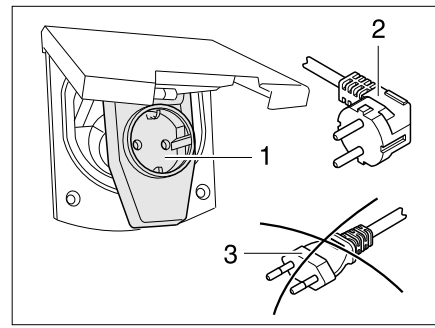

Bild 95 Anschluss an eine Winkelkupplung mit Steckdose
- ▶ Bei Verwendung einer CEE 17 Winkelkupplung mit rückseitig eingebauter Steckdose (Bild 95,1) nur einen gummierten und versiegelten IP 44 Stecker mit Schutzkontakt (Bild 95,2) verwenden. Keine Stecker ohne Schutzkontakt (Bild 95,3) verwenden. Gefahr eines Stromschlages!